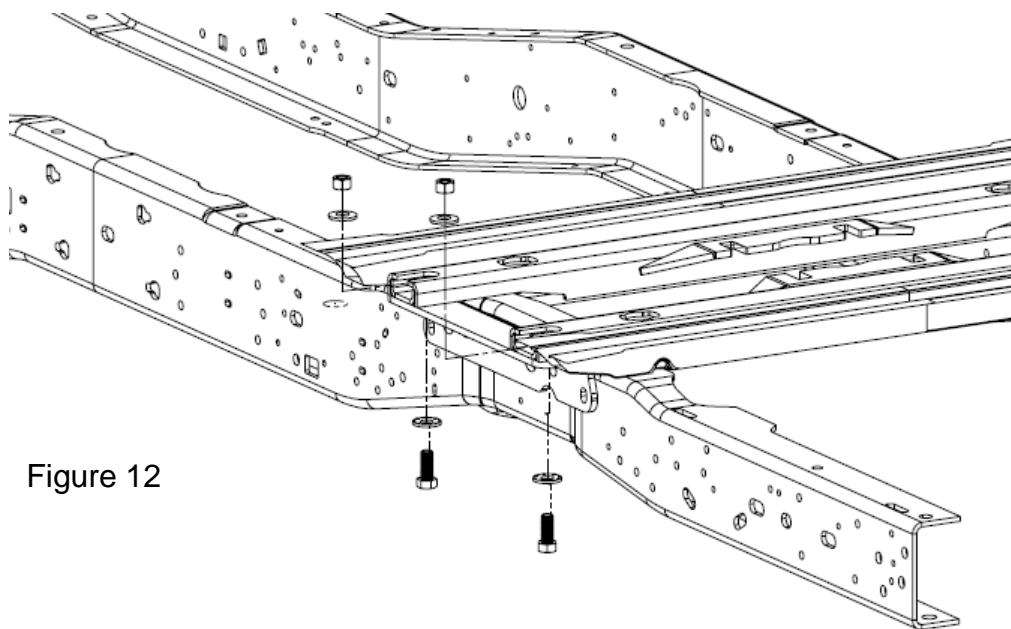

Figure 12
17. Fixer sans trop serrer les supports de cadre (#2 et 3) (Figure 1) aux traverses de montage à l'aide de boulons longs 5/8" X 1 3/4" (#10) (Figure 1) , de rondelles coniques (#11) (Figure 1) (sous le support), de rondelles coniques (#11) (à l'intérieur de la traverse) et d'écrous 5/8" (#9) (à l'intérieur de la traverse) (Figure 12). Serrer tous les boulons de montage à la main.